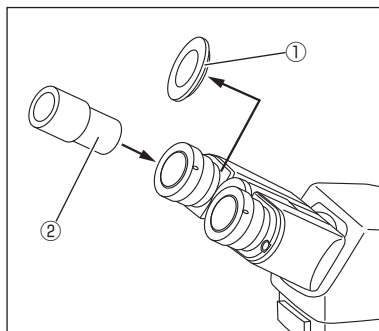

図7
1. 接眼チューブカバー①をはずします。
2. 接眼レンズ②をチューブに差し込みます。(図7)